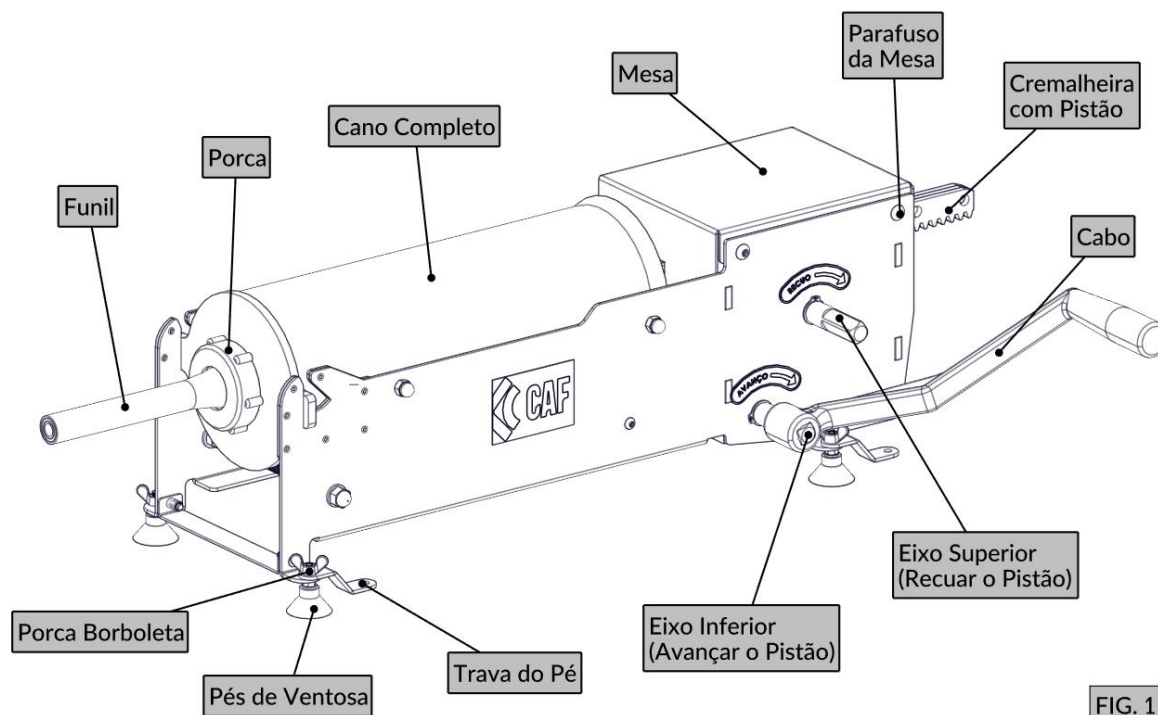

FIG. 1
1. Coloque o cabo (FIG. 1) no eixo superior (FIG. 1);
2. Recue a cremalheira (FIG. 1) girando o cabo (FIG. 1) até encostar na mesa (FIG. 1);
3. Retire o cano completo (FIG. 1), puxando o mesmo para cima;
4. Posicione o cano completo no encaixe de enchimento (FIG. 1), conforme abaixo:
5. Coloque o funil (fino, médio ou grosso) dentro da porca (FIG. 1) e gire na rosca até dar aperto;
8. Coloque o cabo (FIG. 1) no eixo inferior (FIG. 1) para avançar o pistão.